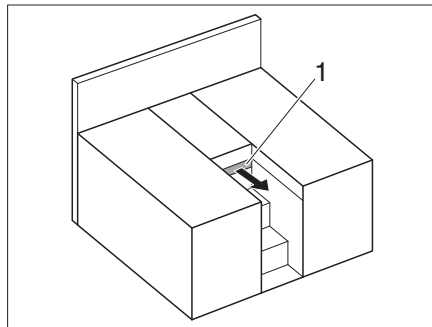

Fig. 171 Letti singoli
- Estrarre l'elemento estraibile (Fig. 171,1).